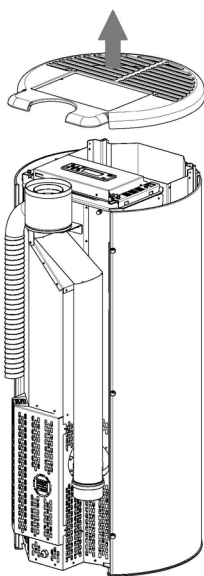
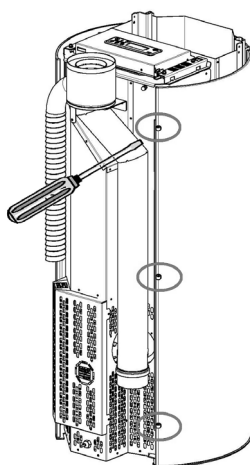
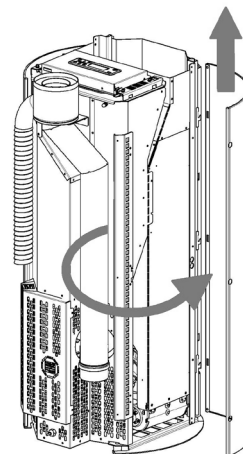
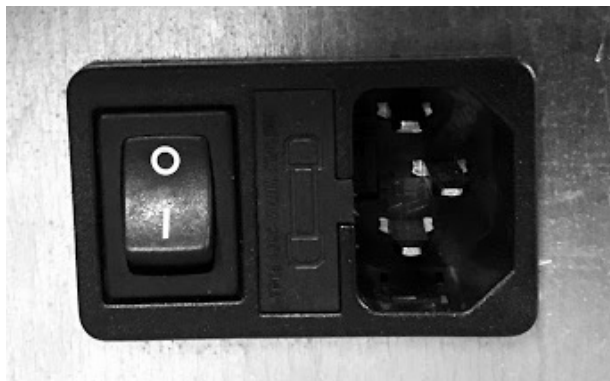

Fig. 71 - Desmontaje de la tapa
Fig. 72 - Quite los tornillos
Fig. 73 - Desmontaje de la pared lateral
Fig. 74 - Toma de corriente con interruptor general
- Retire los tornillos posteriores que bloquean las coberturas, saque la cobertura superior desde arriba y la inferior tirando hacia usted (ver **Fig. 71**, **Fig. 72**, **Fig. 73** y **Fig. 74**).